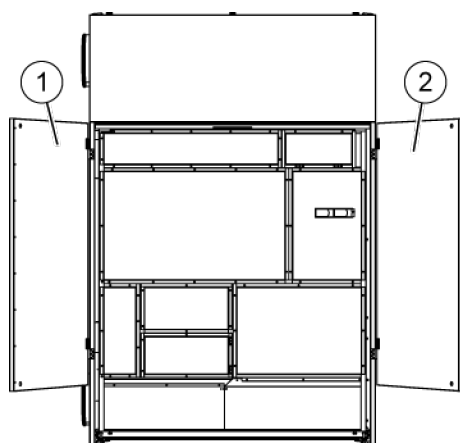

Abb. 51: Türen
- 41. Zu zweit die linke (Abb. 51/1) und rechte Tür (Abb. 51/2) einhängen.